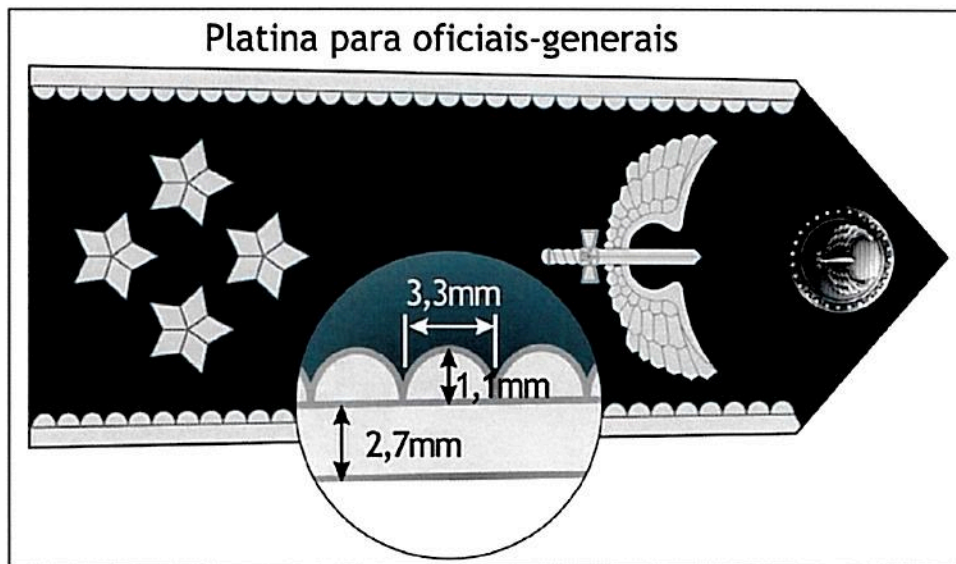

Figura 8: faixas bordadas das platinas de oficiais-generais.
08.04.01 As faixas bordadas serão compostas das mesmas bordas descritas no item 08.03.01 (CC), acrescidas de uma sequência de semi-elipses, dispostas lado a lado, acompanhando toda a extensão das laterais internas das bordas, conferindo a estas um aspecto serrilhado (CC), com a finalidade de destacar esse grupo de oficiais dos demais. Estes semicírculos terão a dimensão de 3,3 x 1,1mm (CD) (conforme figura 8).